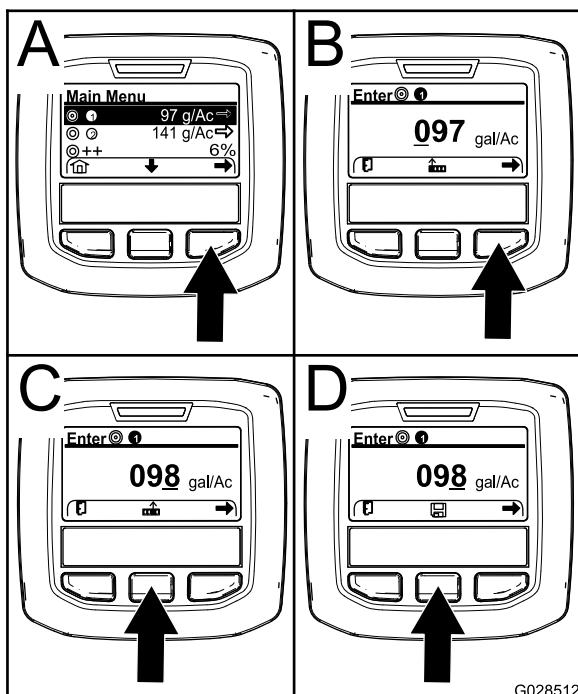

Figura 66
2. En caso necesario, pulse el botón de selección central para destacar el caudal de aplicación para el programa 1 del fumigador (Figura 66).
3. Pulse el botón de selección derecho para seleccionar el programa 1 del fumigador (Figura 66 A).
- Pulse el botón de selección derecho (Figura 66 B) para mover el cursor hasta la siguiente posición numérica a la derecha.
- Pulse el botón de selección central (Figura 66 C) para aumentar el valor numérico (de 0 a 9).
Nota: Aparece el icono Guardar encima del botón de selección central (Figura 66 D).
6. Pulse el botón de selección central (Figura 66 D) para guardar la programación del caudal de aplicación.